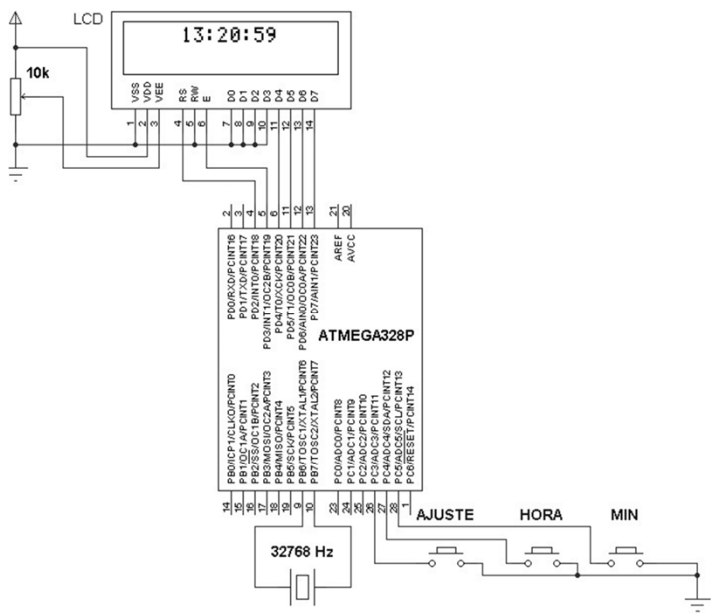

Fig. 9.8 – Relógio com contagem baseado em cristal externo.
- 9.8 – Elaborar um programa para que o hardware da fig. 9.8 funcione como um relógio 24 h. O ajuste do horário deve ser feito nos botões específicos.